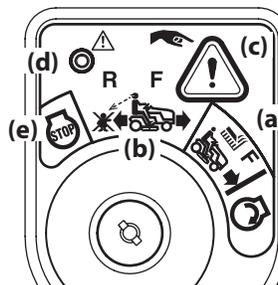

Figura 3-4
- Gire la llave de la posición CORTE NORMAL (a) a la posición MODO DE PRECAUCIÓN EN MARCHA ATRÁS (b) del módulo de encendido. Vea la Figura 3-4.
3. Oprima el BOTÓN DE MARCHA ATRÁS (c)  en el ángulo superior derecho del módulo de encendido. La luz indicadora roja (d) que está en el ángulo superior izquierdo del módulo de encendido se mantendrá ENCENDIDA mientras esté activada. Vea la Figura 3-4.
5. Siempre mire hacia abajo y hacia atrás antes y mientras se desplaza marcha atrás, para verificar que no haya niños cerca. Una vez retomado el movimiento hacia adelante, vuelva la llave a la posición de CORTE NORMAL  (a). Vea la Figura 3-4.